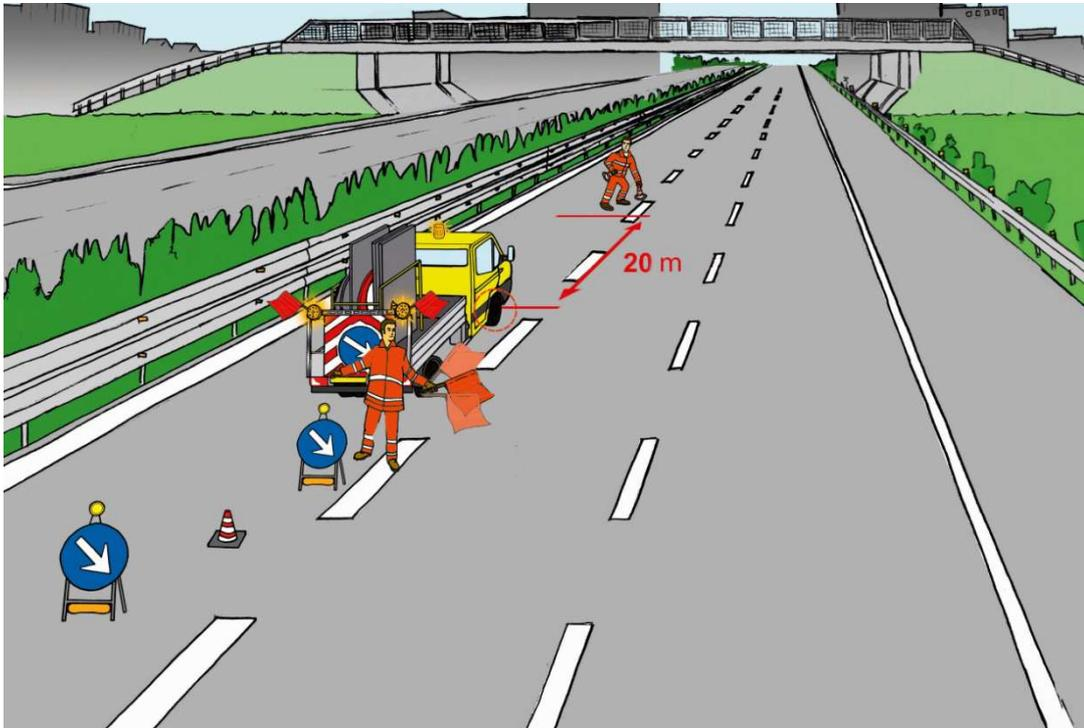

Fig. 7
- *Durante gli spostamenti gli addetti devono sempre precedere di almeno 20 m l'automezzo e mai seguirlo. (vedi fig. 7)*